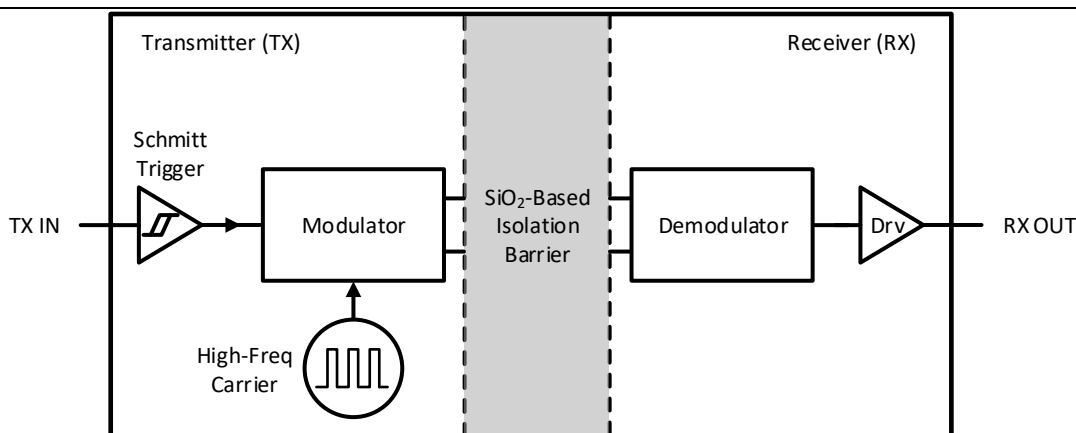
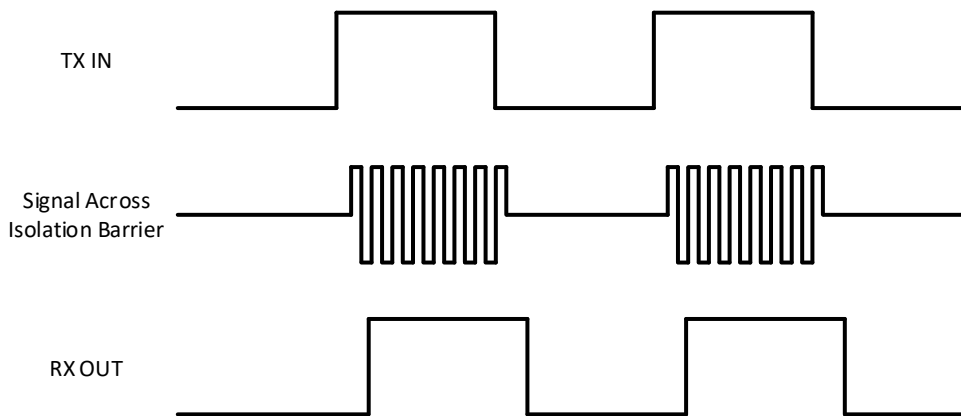

图 9-2 隔离通道的框图
图 9-3 OOK 调制方案的工作波形示意图
CA-IS1300x 器件使用简单的开关键控 (OOK) 调制方案在基于二氧化硅的隔离层之间传输信号。该隔离层支持高低压域之间高达 5 kV_{RMS} 的电气隔离。隔离通道的框图如图 9-2 所示。如图 9-3 所示, 当数字位流为高电平时, 发射机 (TX) 通过高频载波对其进行调制, 当数字位流为低电平时则不调制。接收机 (RX) 解调通过隔离层的信号并将其准确地恢复成数字位流。隔离通道采用全差分电容耦合架构, 对共模瞬态噪声不敏感, 因此可以最大化 CMTI 性能。该结构和相关电路同时提供低辐射和高磁场抗扰度。